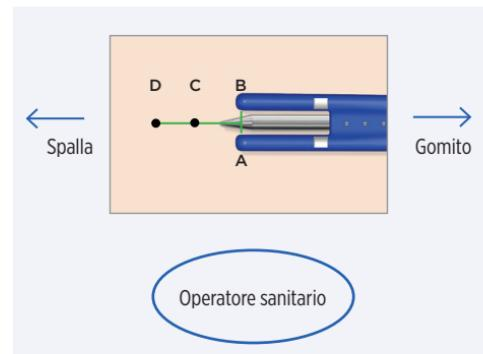

Figura 4
4. Muovere il dissettore smusso verso la spalla mantenendo le parti di metallo e di plastica dello strumento in stretto contatto con la pelle, per garantire l'angolo più piccolo possibile della tasca rispetto alla pelle (Figura 3). Continuare a muovere lo strumento in avanti finché l'incisione fra A e B si trova fra le marcature guida bianche sui fermi di profondità (circa 25-30 mm; Figura 4). Ritrarre completamente il dissettore smusso e metterlo da parte.